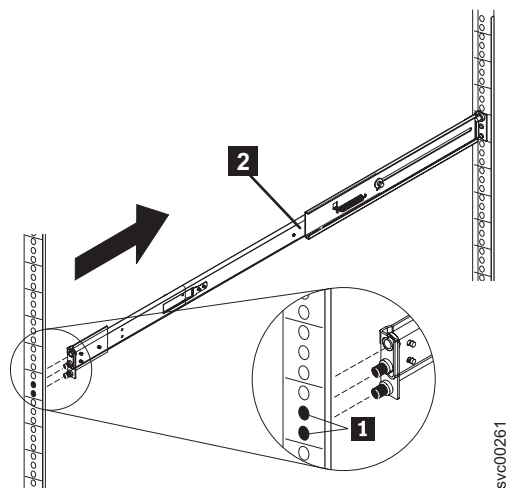

図 50. 右側スライド・レールをラック前面から取り外す方法
3. 77 ページの図 50 に示すように、前面のラック・マウント用フランジからレール・ピン **1** を押し出して、右側スライド・レールを短くし、前面フランジからこのスライド・レールを取り外します。次に、右側スライド・レールを前方に引いて、背面のラック・マウント用フランジからこのスライド・レールを取り外します。同じ方法で左側スライド・レールも取り外します。